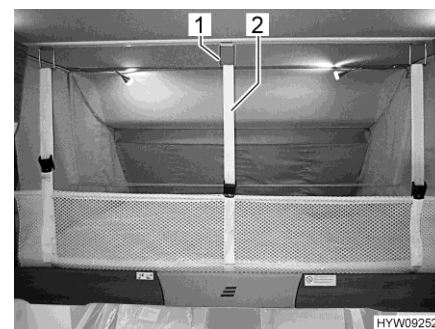

Fig. 97 Red de seguridad (cama elevada)
- Soltar los cinturones de retención (Fig. 97,2) y colocar la red de seguridad debajo del colchón.
- Enganchar los cinturones de retención (Fig. 97,2) en los ganchos (Fig. 97,1) del techo.